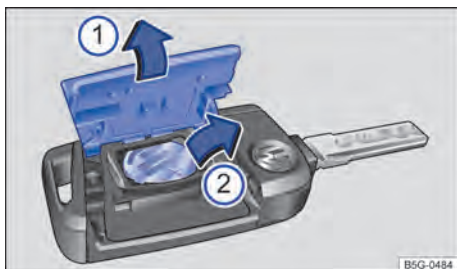

Fig. 65 Chave do veículo: trocar a pilha-botão.
- Levantar a cobertura → Fig. 65 1 → 1.
- Elevar a pilha-botão do compartimento da pilha → Fig. 65 2.
- Pressionar a cobertura na carcaça → Fig. 65 1.